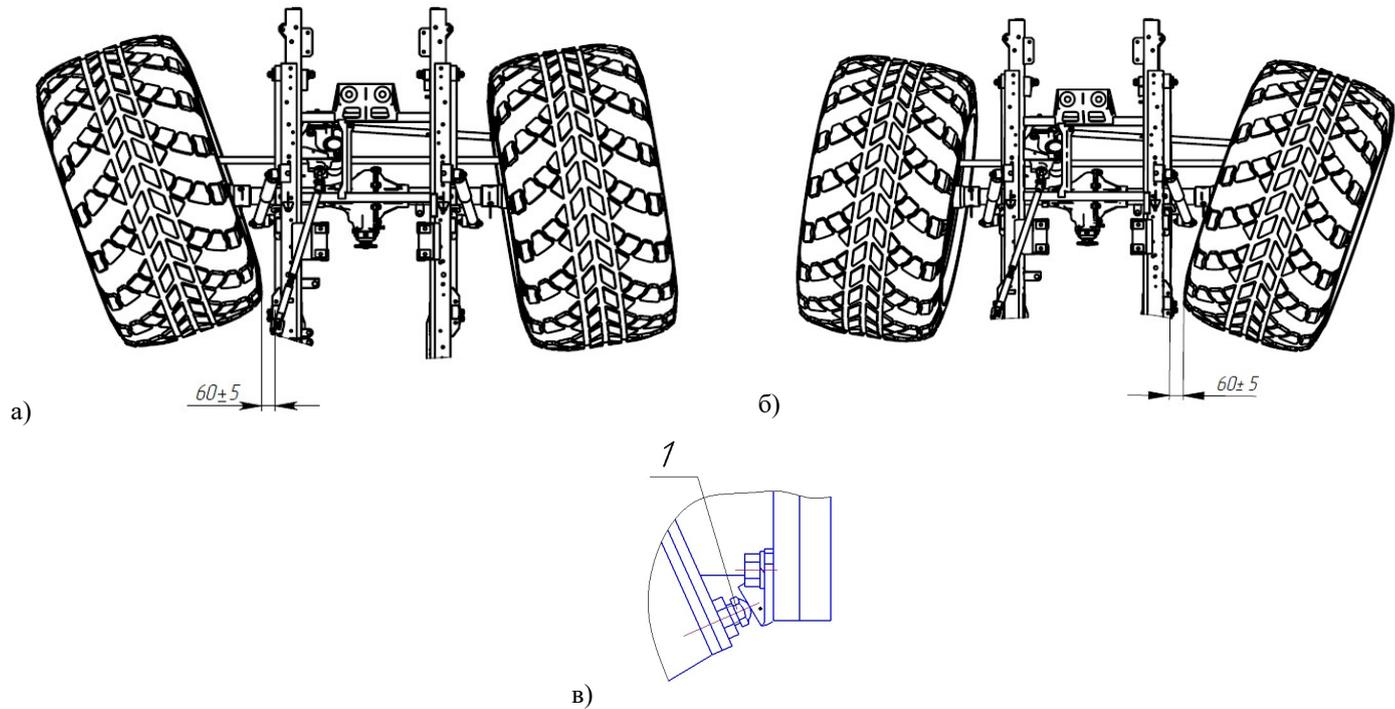

Рис. 6.21. Регулировка углов поворота колес.
Произвести регулировку углов поворота колес переднего моста влево (см. Рис. 6.21 а) и вправо (см. Рис. 6.21 б). Для этого регулировочные болты упоров-ограничителей (Рис. 6.21 в) поворота колес выставить таким образом, чтобы колеса по боковой поверхности шин сзади, при поворотах до упора в регулировочные болты, не доходили до боковых поверхностей рессор на 60 ± 5 мм (Редуктор КР, диск №3, шина 1280 – расстояние от боковой поверхности шин сзади до боковых поверхностей рессор – 115 мм).
13. При увеличенном зазоре от упорного болта 1 (рисунок 6.21) до балки (более 0,5...1 мм) (колеса ВТС стоят на
б) Поворачиваем руль до упора вправо. Вращаем упор ограничительного винта 1 против часовой стрелки, контролируя при этом расстояние между упорным болтом и упором (рисунок 6.21). Расстояние должно быть не более 0,5...1 мм.
в) Поворачиваем руль до упора влево. Вращаем упор ограничительного винта 2 против часовой стрелки, контролируя при этом расстояние между упорным болтом и упором (рисунок 6.21). Расстояние должно быть не более 0,5...1 мм..